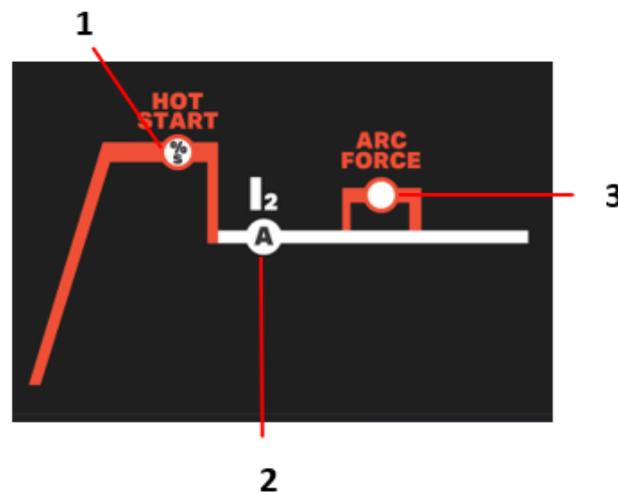

Fig. 1 – Parámetros MMA
Para DC 203 (Ver los Artículos de la Fig. 1 A)
- Ajustar el valor de la corriente al diámetro del electrodo (Fig.1 - 2), según la siguiente tabla, para ajustar las máquinas según el electrodo a utilizar e iniciar la soldadura.